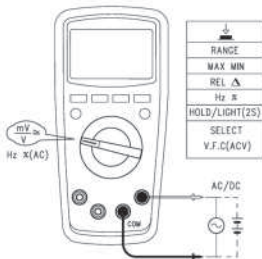

рис. 3
7.1. Измерение переменного и постоянного напряжения (см. рис. 3)